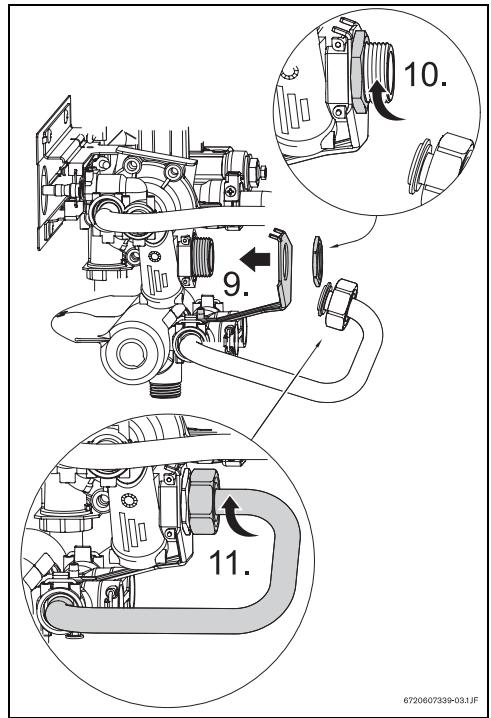

Bild 3
- Kaltwasserverbindung zwischen Mischer und Gerät herstellen (→Bild 3, pos. 11).